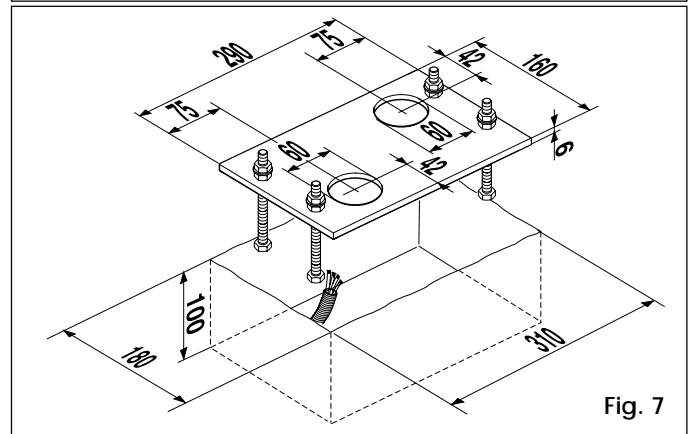

Fig. 7
- 3) Réaliser un coffrage comme indiqué Fig. 7 et sceller la plaque de fondation en prévoyant un ou plusieurs fourreaux pour le passage des câbles. Vérifier l'horizontalité parfaite de la plaque à l'aide d'un niveau à bulle. Attendre que le ciment soit pris.